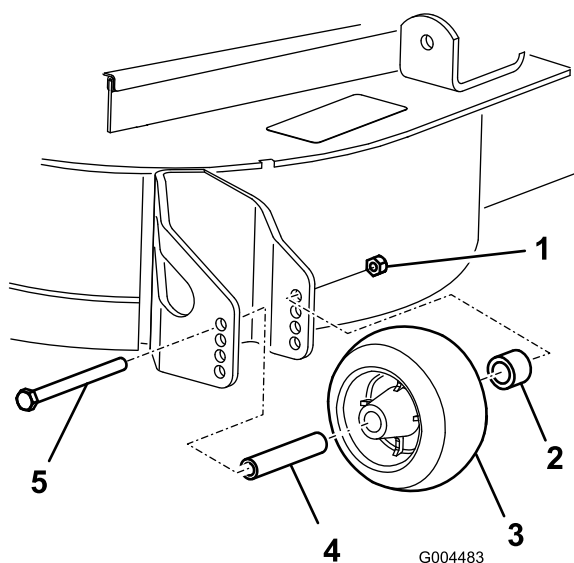

図 8
3. 刈高を変更後、ローラのフランジ・ナット、ブッシュ、スペーサ、ボルトを外して (図 8)、ローラの高さ調整を行う。
5. フランジ・ナット、ブッシュ、スペーサ、ボルトを取り付ける。ボルトを 54-61 Nm (5.6～6.2 kg.m) にトルク締めする (図 8)。